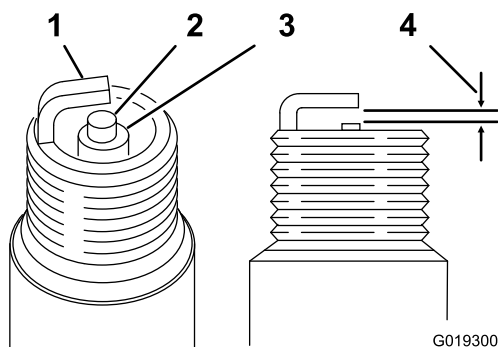

Figura 45
4. En cada bujía, ajuste la distancia entre el electrodo central y el electrodo lateral a 0,76 mm; consulte Figura 45. Tras ajustar correctamente los electrodos, instale